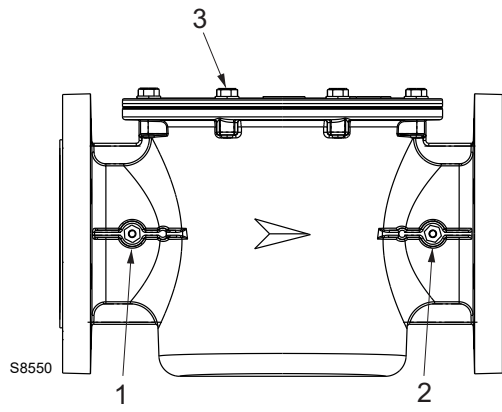

Fig. 13
Vervang het filterende element indien de Δp tussen de drukafnamepunten 1) en 2)(Fig. 13) groter is dan 10 mbar.
- draai de schroeven van de bedekking 3)(Fig. 13) los en voer een zorgvuldige reiniging van de filterruimte uit;